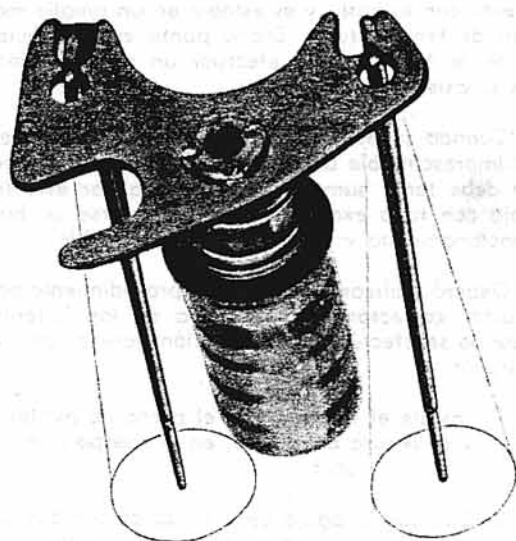

Fig. 11. - Verificar el juego libre de las agujas de sobrealimentación.
12. Antes de montar el pistón del conjunto de sobre-alimentación, asegúrese que las agujas del sistema puedan moverse libremente a cada lado de la posición vertical. (Ver Fig. 11).